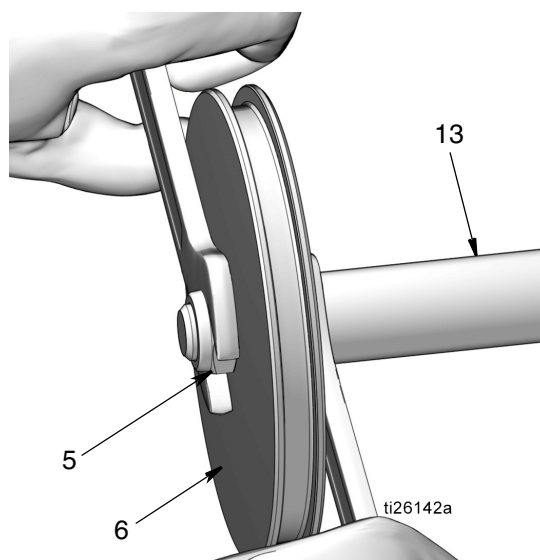

FIG. 49
- Installare il dado (5) sull'estremità dell'asta del pistone (13). Utilizzare due chiavi lavorando in direzioni opposte per serrare il dado. Utilizzare una chiave aperta sulle superfici piane dell'asta del pistone e la seconda chiave per serrare il dado (5) come mostrato in FIG. 49.